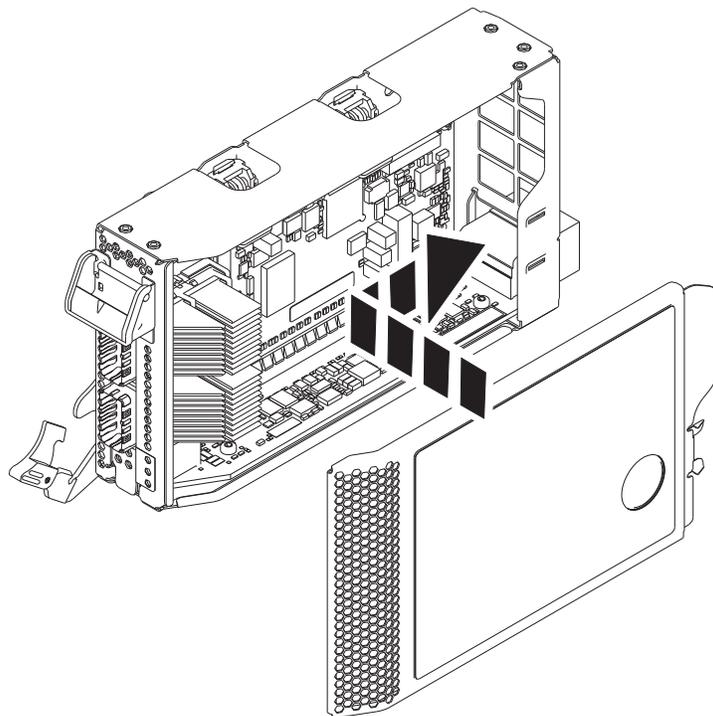

図 20. PCIe アダプター・カセット・カバーの再取り付け
- a. 図 20 に示すように、カセット・カバーをカセットの位置に合わせてスライドさせます。